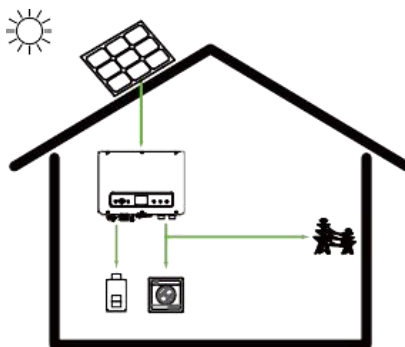

Fig:3.4.3.1)
3.4.3.1) In the valley level, the grid and PV charge the batteries. (Fig:3.4.3.1)